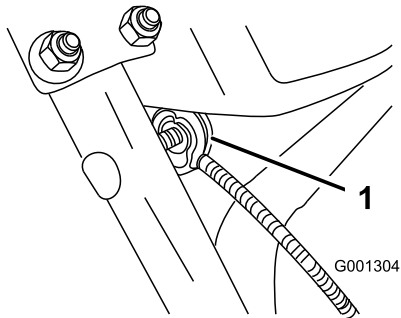

Bild 8
3. Nehmen Sie die Mutter und die Scheibe vom Griff ab. Befestigen Sie dann die Kabelklemme auf dem Kabel zum Griff, setzen Sie die Scheibe und Mutter auf, und ziehen Sie die Mutter mit der Hand fest (Bild 8).